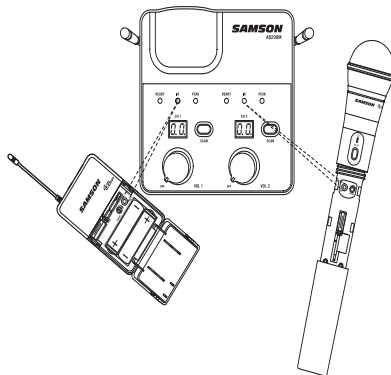

Figura 2
5. Con il trasmettitore POWER impostato su "on" posizionare il trasmettitore CH88 o CB88 a circa 6-12" (15-30 cm) dalla parte anteriore dell'AR299m con lo sportello della batteria del trasmettitore aperto e la finestrella IR rivolta verso il trasmettitore IR sul pannello frontale del ricevitore AR299m (figura 2).